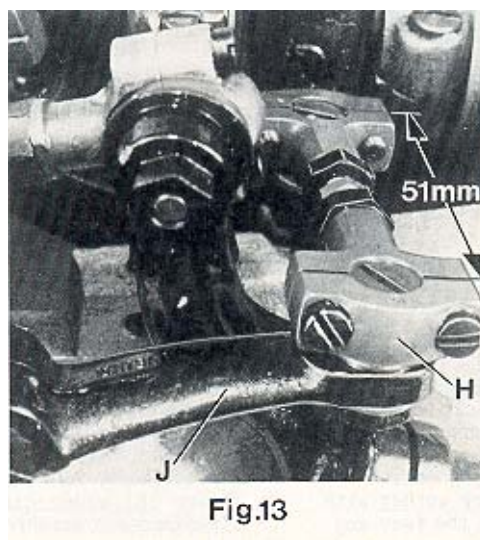
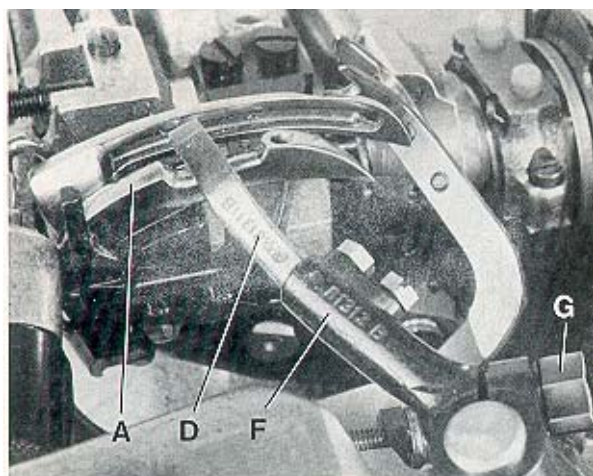
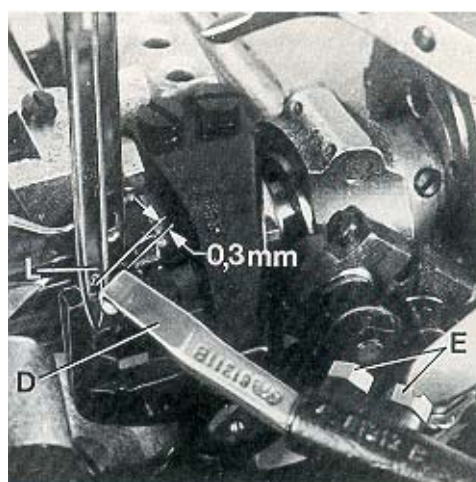

Fig.13
Fig.14
Fig.15
The distance (set at the factory) from center to center of the two ball joints driving the cross looper should be 51 mm (2") (see Fig. 13).
Basically the front ball joint (H, Fig. 13) should be positioned as far as it will go to the left in the fastening slot of the cross looper drive lever (J).
When rotating the handwheel in operating direction cross looper (D, Fig. 14) should swing as close as possible in the recess behind the eye over the double locked stitch looper (A) without contacting it.
At the left end of its swing motion cross looper (D, Fig. 15) must be positioned so that the left needle (L) securely stitches into the thread loop hanging around the hook of cross looper (D). In front of the left needle the cross looper should pass in a distance of 0.3 mm (.012") (see Fig. 15).
Der Abstand (im Werk eingestellt) von Mitte zu Mitte zwischen den beiden Kugelgelenken zum Antrieb des Quergreifers muß 51 mm betragen (siehe Fig. 13).
Standardmäßig soll das vordere Kugelgelenk (H, Fig. 13) so weit wie möglich nach links im Befestigungsangloch des Quergreifer-Antriebhebels (J) gestellt werden.
Beim Drehen des Handrades in Nährichtung soll der Quergreifer (D, Fig. 14) so dicht wie möglich in der Aussparung hinter dem Öhr über den Doppelkettenstichgreifer (A) schwenken, ohne diesen zu berühren.
Am linken Ende seiner Schwenkbewegung muß der Quergreifer (D, Fig. 15) so stehen, daß die linke Nadel (L) sicher in die um den Haken des Quergreifers (D) hängende Fadenschleife einsticht. Vor der linken Nadel soll der Quergreifer in einem Abstand von 0,3 mm vorbeischnellen (siehe Fig. 15).
After loosening the two screws (E, Fig. 15) the 0.3 mm (.012") distance to the left needle is adjustable. Retighten screws on the flat of the cross looper shank. After loosening clamp screw (G, Fig. 14) cross looper lever (F) can be raised or lowered for setting the height of cross looper (D) with respect to the double locked stitch looper (A) and it can be tilted to the right or left for adjusting the swing motion of the cross looper with respect to the left needle. Retighten clamp screw. If required the length of the path of the cross looper swing motion can be reduced by positioning ball joint (H, Fig. 13) to the right in the fastening slot of the cross looper drive lever (J).
Nach Lösen der beiden Schrauben (E, Fig. 15) kann der 0,3 mm Abstand zur linken Nadel eingestellt werden. Ziehen Sie die Schrauben wieder auf der Befestigungsfläche des Quergreiferschaftes fest. Nach Lösen der Klemmschraube (G, Fig. 14) kann der Quergreiferhebel (F) nach oben oder unten verschoben werden, um die Höhe des Quergreifers (D) zum Doppelkettenstichgreifer (A) einzustellen und nach rechts oder links geschwenkt werden, um die Schwenkbewegung des Quergreifers in Bezug zur linken Nadel einzustellen. Ziehen Sie die Klemmschraube wieder fest. Bei Bedarf kann der Schwenkweg des Quergreifers durch Versetzen des Kugelgelenks (H, Fig. 13) im Befestigungslangloch des Quergreifer-Antriebshebels (J) nach rechts verkleinert werden.